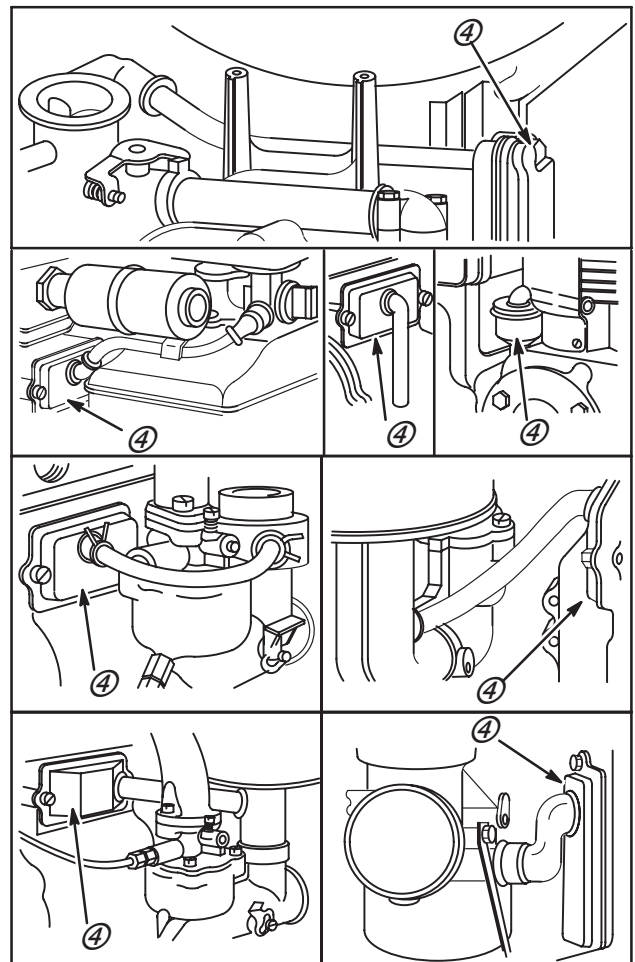

Fig. 6
La plupart des reniflards sont mis à l'air par l'intermédiaire du filtre à air, afin d'éviter que des poussières n'entrent dans le carter. Vérifier que les coudes ou le tuyau de ventilation ne sont pas endommagés et sont étanches. Plusieurs reniflards (4) sont illustrés en Fig. 6.